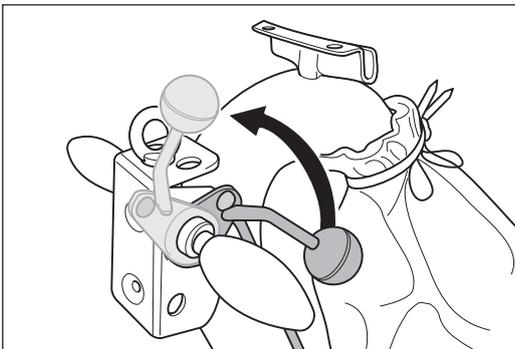

Abb. 78 Den Ablasshebel am Handgriff bis zum Anschlag nach oben ziehen. Dadurch wird die Schleifwalze vom Boden abgehoben.
- 1 Ziehen Sie den Ablasshebel am Handgriff bis zum Anschlag nach oben (Abb. 78). Dadurch wird die Schleifwalze vom Boden abgehoben.